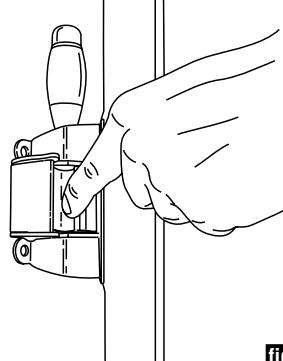

fig. 13
- вставить многогранный ключ диам. 4 мм в отверстие 2, обращая внимание на то, чтобы оно вышло с противоположной стороны замка (рис. 13).